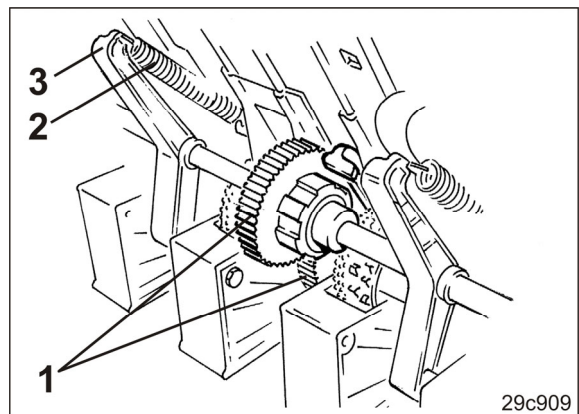

Рис. 223
8. Приведите в зацепление зубья (Рис. 223/1) муфты промежуточного вала и цилиндрического зубчатого колеса высевającego вала.
9. Прицепите натяжные пружины (Рис. 223/2) к поворотным опорам (Рис. 223/3).